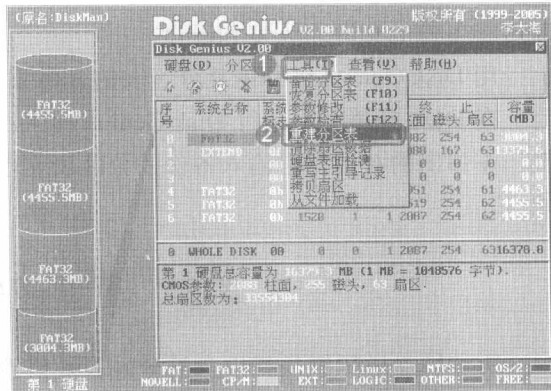

图 7-23 选择“重建分区表”菜单项
步骤② 按键盘上的【Alt+T】组合键激活“工具”菜单，然后按方向键选择“重建分区表”菜单项（如图 7-23 所示），打开“信息”提示信息框，建议对现有硬盘分区表进行备份，单击“继续”按钮。